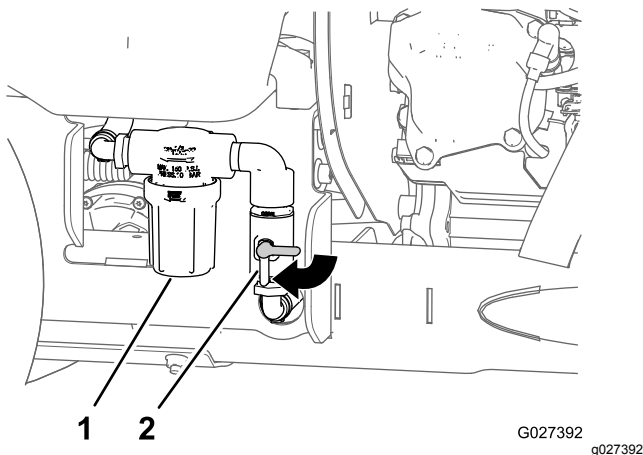

Figure 53
6. Tournez la vanne d'arrêt de la pompe dans le sens horaire à la position OUVRETE (Figure 53).